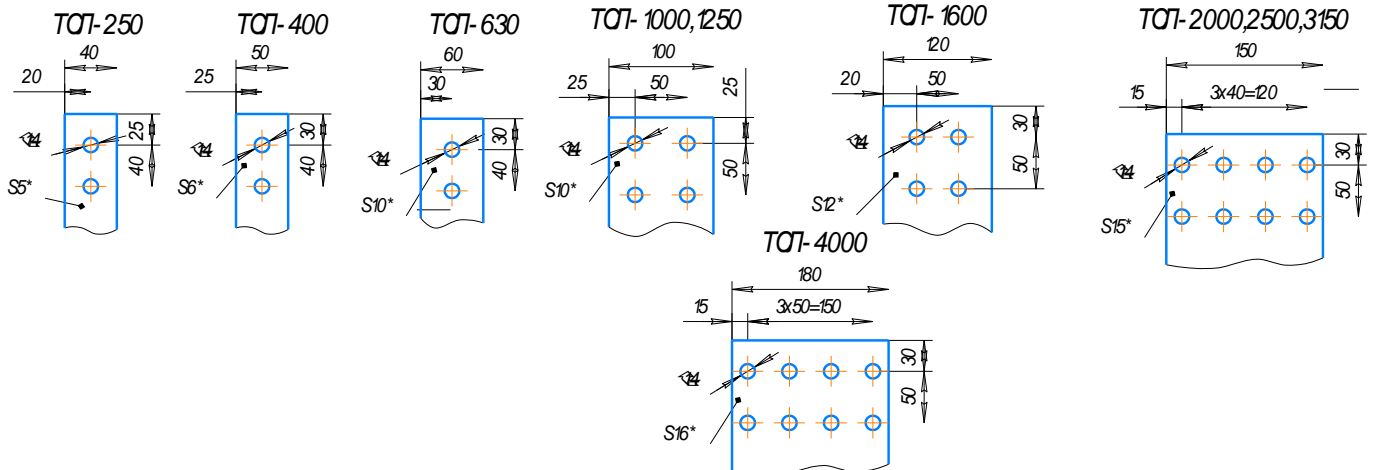

Рис. 1
2.2. Общий вид, габаритные, установочные размеры, характеристики массы трансформатора приведены на рис. 1 и в Таблице 1.